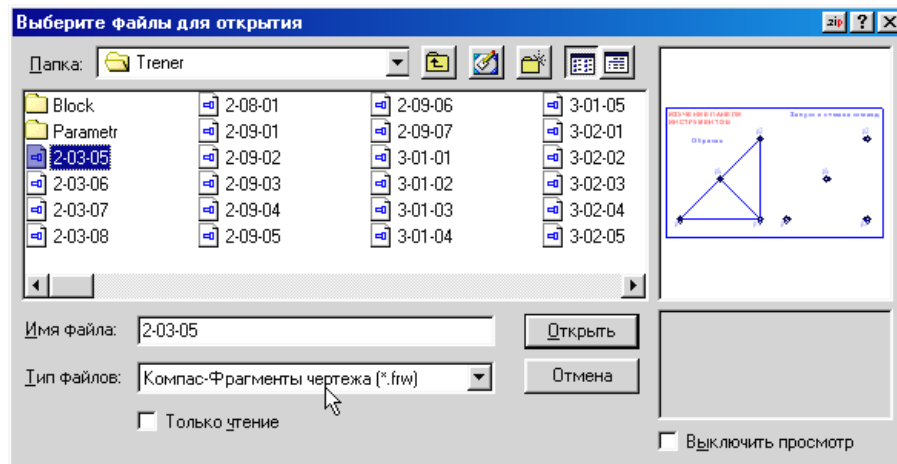

Рис. 9.
3. Відкрийте файл – завдання № 2-03-05 подвійним клацанням миші. Зверніть увагу на тип файлу – виберіть Компас – Фрагменти креслення, рис. 9.